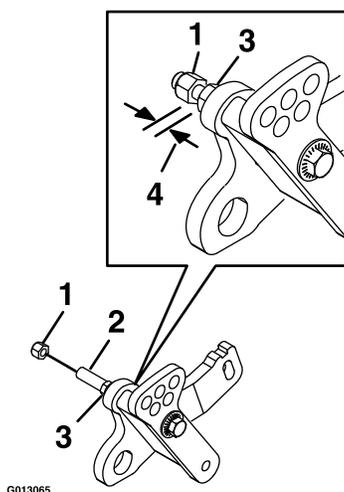

Figure 6
9. Installez le ressort latéral en plaçant le crochet arrière sur la vis. Installez l'écrou Nyloc et laissez un espace de 9 mm (0,35 po) entre l'écrou Nyloc et l'écrou Whiz-lock (7/16 po), comme montré à la Figure 6.